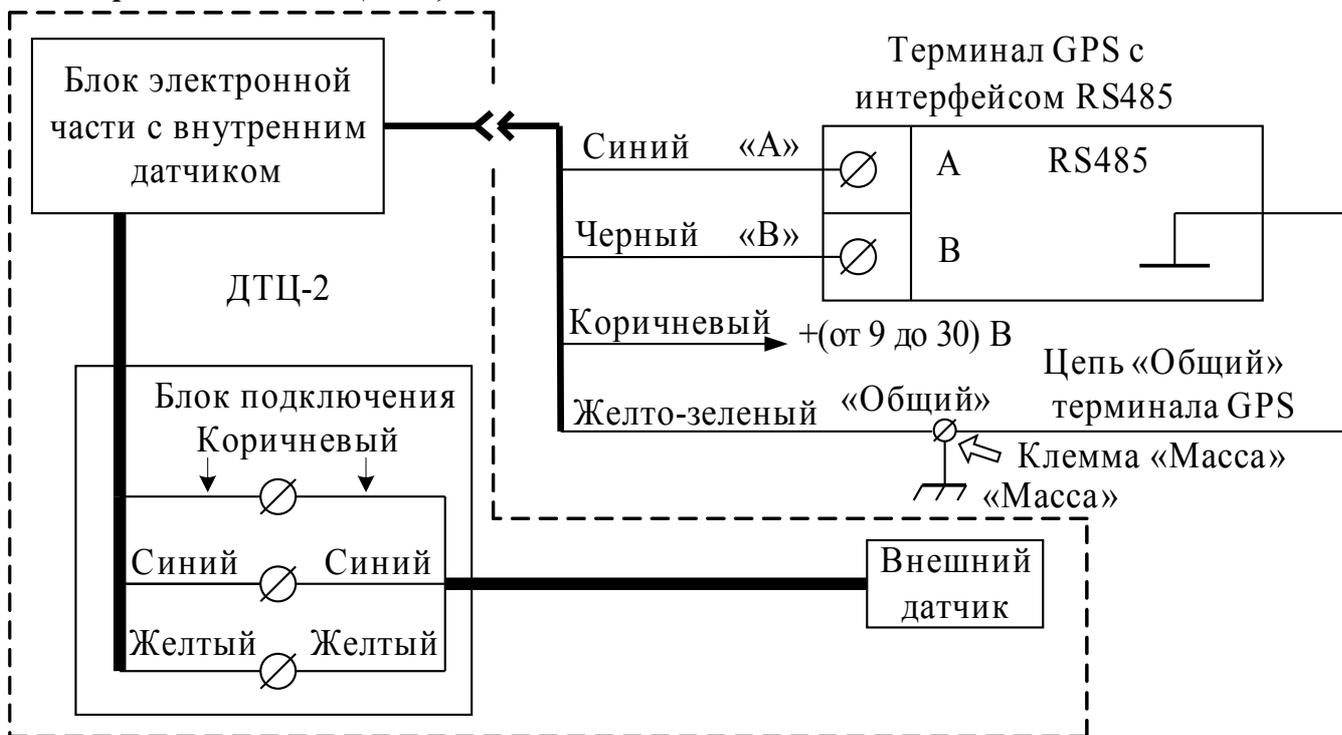

Рис. 2. Схема подключения ДТЦ-2 с интерфейсом RS485 при эксплуатации
4.4.1 Схема подключения в эксплуатации ДТЦ-2 приведена на рис. 2.
4.4.2.2 Для транспортных средств соединение цепей «Общий» ДТЦ-2, терминала (при эксплуатации) выполнить строго в одной точке — к винтовой клемме «Масса» (см. рис.2, 3).
4.4.2.3 Подключить ДТЦ-2 в соответствии со схемой подключения, приведенной на рис. 2 или 3.
внутренним датчиком температуры, удобном для установки блока подключения, подвода кабеля внешних соединений и кабеля внешнего датчика температуры. Установить внешний датчик во второй точке измерения температуры, кабель внешнего датчика протянуть в гофрошланге, ввести в блок подключения через гермоввод и смонтировать на клеммнике блока подключения. Для этого снять крышку блока подключения подключить и закрепить провода кабеля внешнего датчика в клеммнике в соответствии с рис. 2 или 3. Затянуть накидную гайку гермоввода. Нанести слой герметика на торцы боковых стенок блока подключения в месте прилегания крышки. Установить и закрепить крышку. Закрепить блок подключения в месте установки.